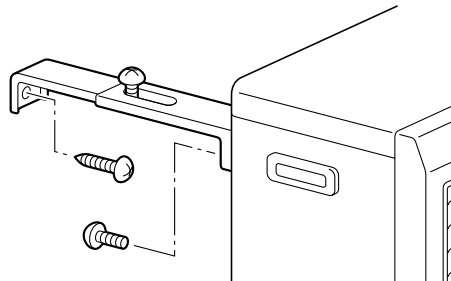

Fig. 15
11. Après l'installation, fixer l'appareil au mur à l'aide des supports muraux fournis. S'assurer que l'appareil est bien parallèle au mur (Voir Fig. 15).